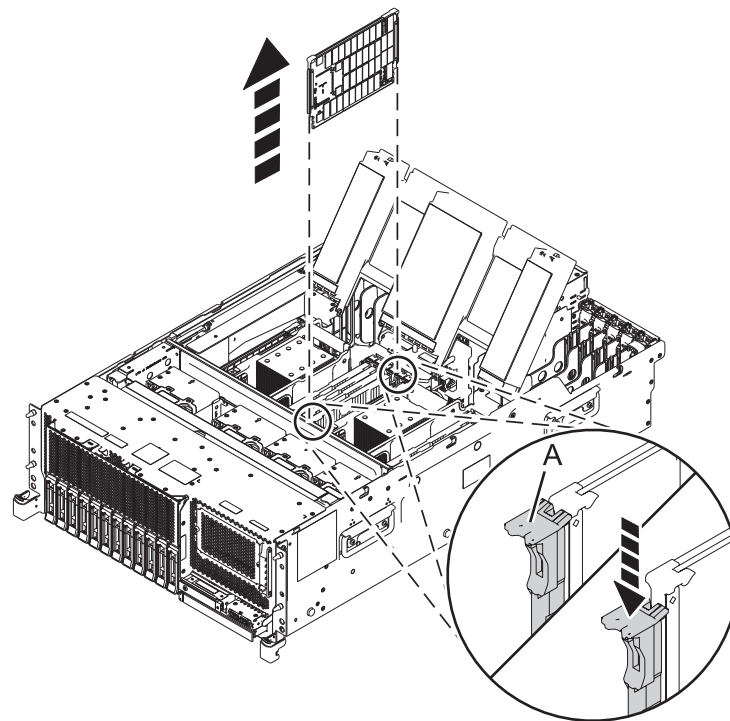

図 6. システムからのメモリー・モジュールの取り外し
2. スロット内でメモリー・モジュールをそのコネクターからアンロックするには、固定タブ (A) を、示されている方向に押し込みます。図 6 このタブ操作で、メモリー・モジュールがコネクターの外に押し出されます。